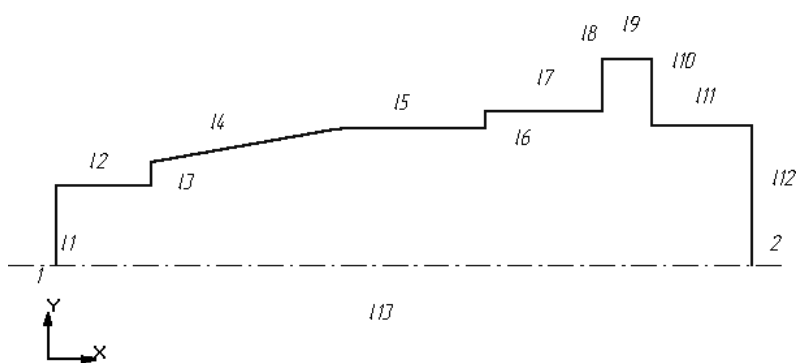

Рис. 3
и примените ее к любым точкам отрезков **15** и **111**. Результат наложения перечисленных отношений и связей приведен на рис. 3.
5. Вызовите команду **Зафиксировать точку**  и зафиксируйте точку **2** (см. рис. 3).